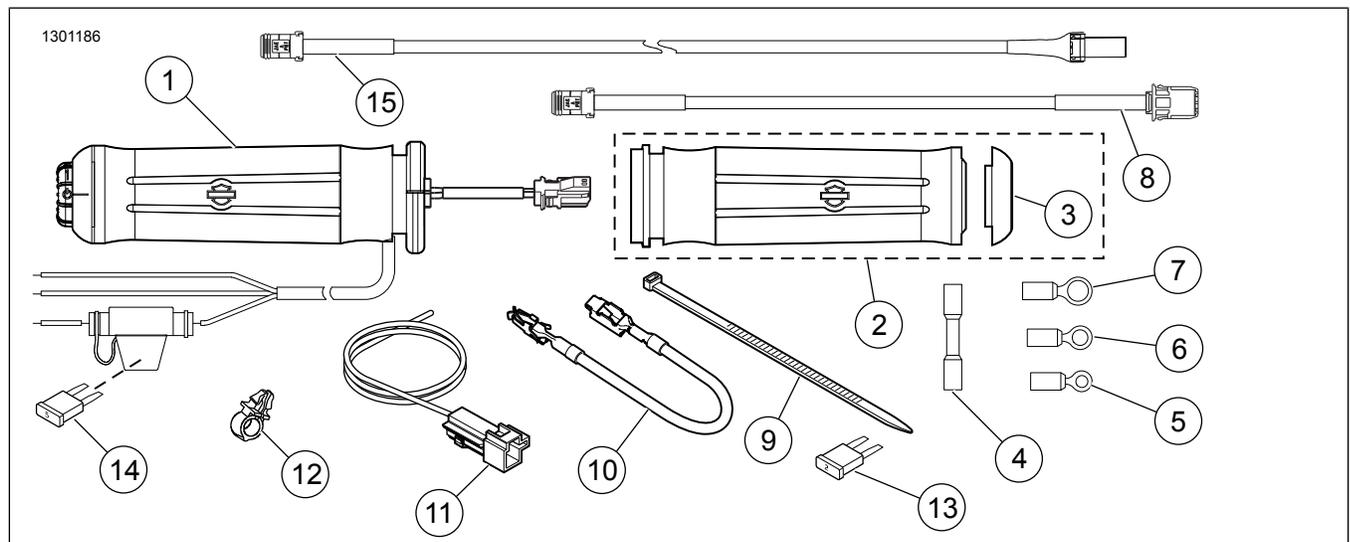

Abbildung 8. Ersatzteile, beheizte Handgriffsätze
2. Siehe Abbildung 8 >. Die Griffverkabelung mit Kabelbindern (9) aus dem Satz an den Kabelbäumen entlang des Fahrzeugrahmens befestigen. **Modelle ab 2014:** Nach Schritt 15 fortfahren.